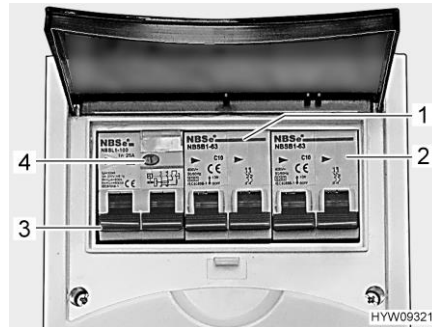

Fig. 101 Interruptor de protección de línea e interruptor FI (caja de fusibles de 230 V)
Un interruptor de corriente de defecto (interruptor FI) (Fig. 101,3) en la caja de fusibles asegura el vehículo completo contra corriente de defecto (30 mA).
El interruptor de protección de línea conectado en serie (10 A) (Fig. 101,1) asegura las cajas de enchufe de 230 V, el bloque eléctrico, el cargador adicional y el frigorífico.
En los vehículos con equipamiento opcional, p. ej. la instalación de aire acondicionado en el techo, un interruptor de protección de línea adicional (16 A) (Fig. 101,2) asegurará el aparato.
- Si el vehículo está conectado a la alimentación de 230 V, pulsar la tecla de prueba (Fig. 101,4). Se debe activar el interruptor de corriente de defecto (FI).